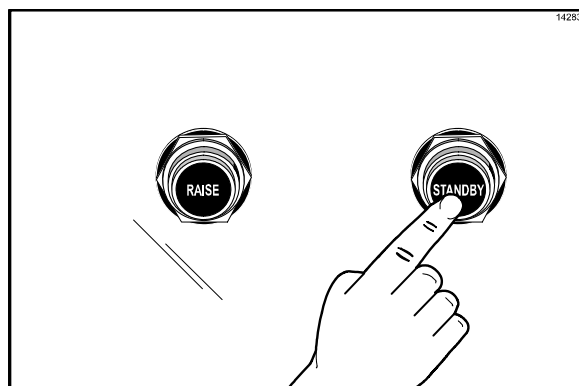

Figura 24
- Pressione o botão Standby para fechar o platen. (Veja a Figura 24.)